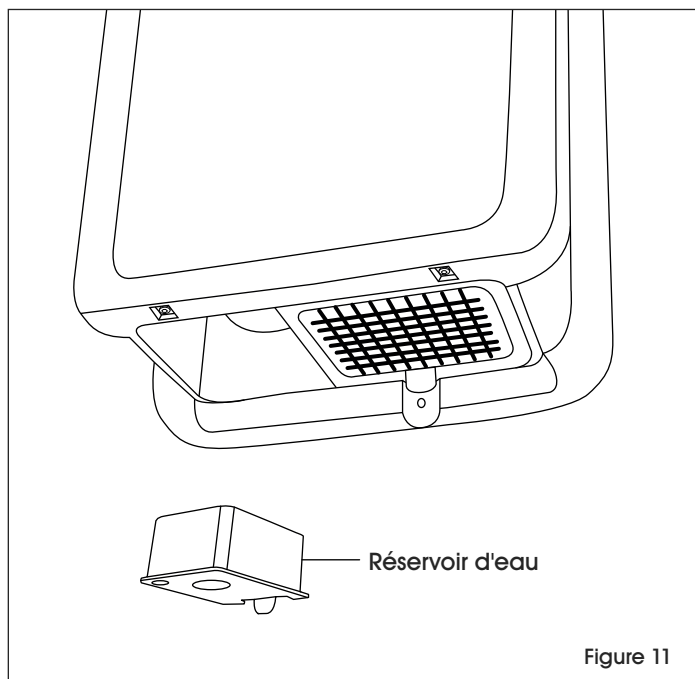

Figure 11
2. Poussez sur la languette et tirez ensuite le réservoir vers le bas. Videz et nettoyez le réservoir. (Voir Figure 11)